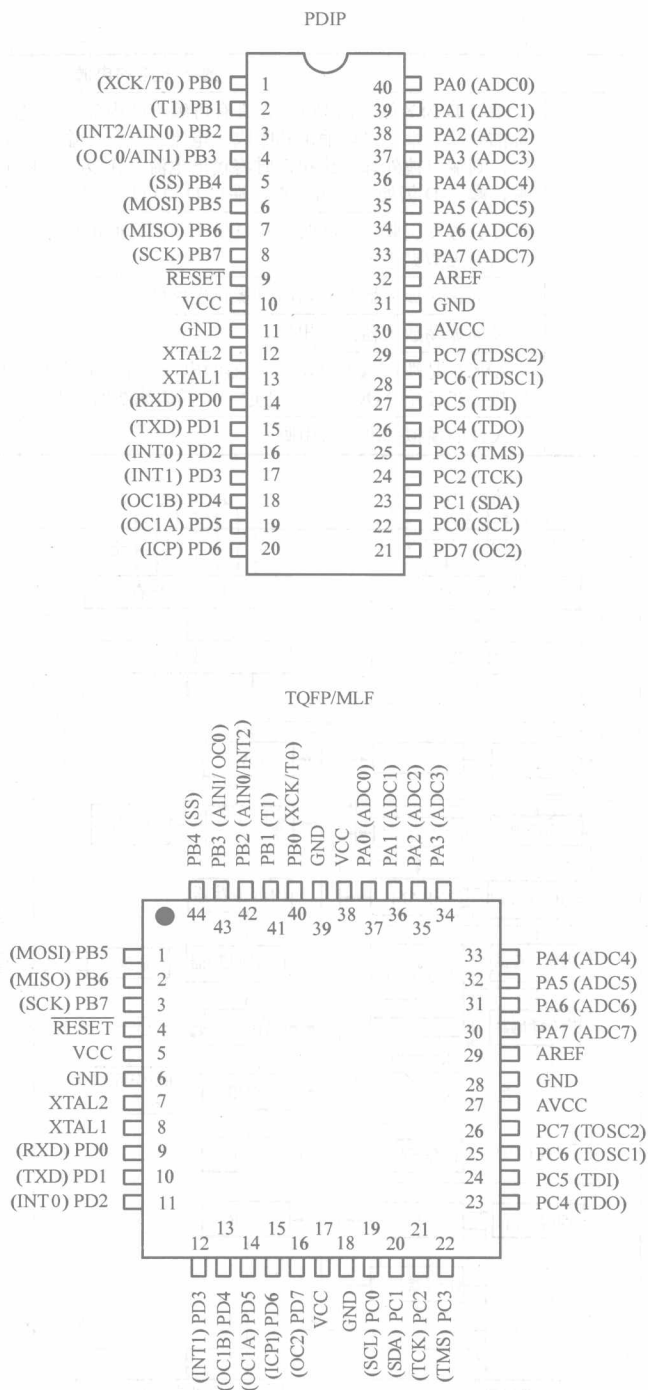

图 1-2 ATmega16/32 单片机的引脚
(3) ATmega16/32 单片机的引脚如图 1-2 所示。
(4) ATmega16/32 单片机引脚说明如表 1-1 所示。